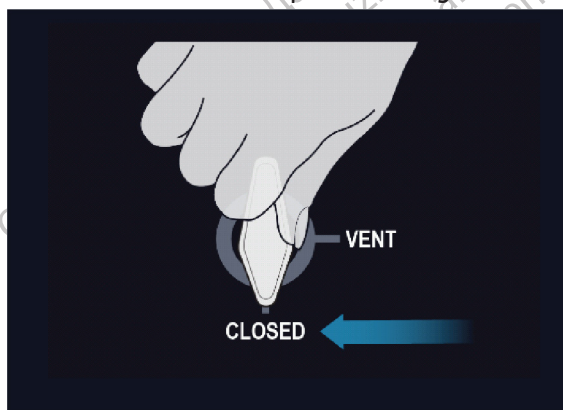

Abbildung 8. Entlüftungsventil (Vent) – Vollständig geschlossen
1. Vergewissern Sie sich, dass das Entlüftungsventil (Vent) auf der Rückseite der Konsole in der Stellung CLOSED (Geschlossen) steht (siehe Abbildung 8).